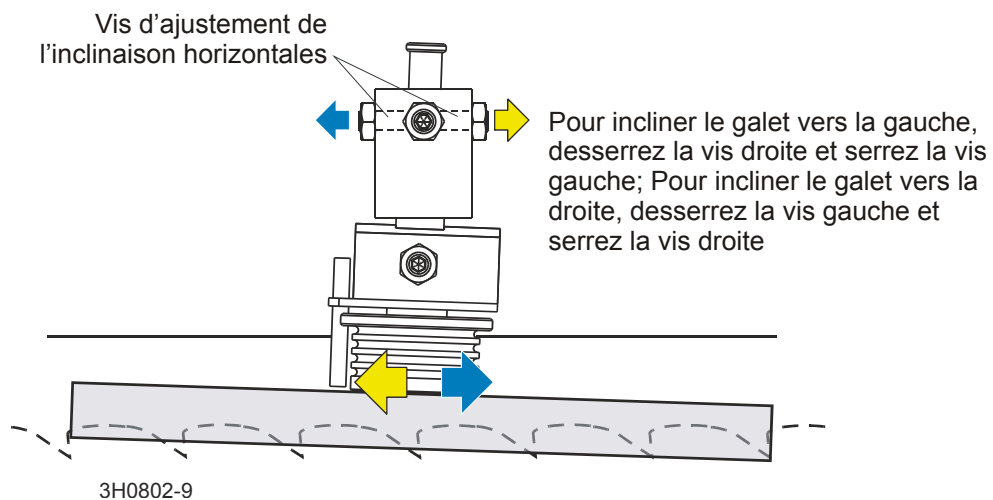

FIG. 8-6
**Voir Figure 8-6.** Desserrez les contre-écrous sur les vis d'ajustement de l'inclinaison horizontale. Pour incliner le galet vers la gauche, desserrez la vis droite et serrez la vis gauche. Pour incliner le galet vers la droite, desserrez la vis gauche et serrez la vis droite. Serrez les contre-écrous et vérifiez de nouveau l'inclinaison de la lame.